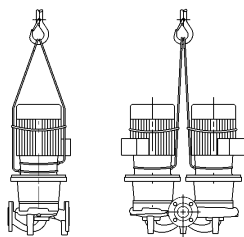

Fig. 5: Placering af transportwirer
- Transportringene på motoren er kun beregnet til at styre i forbindelse med lastoptagning (fig. 5).